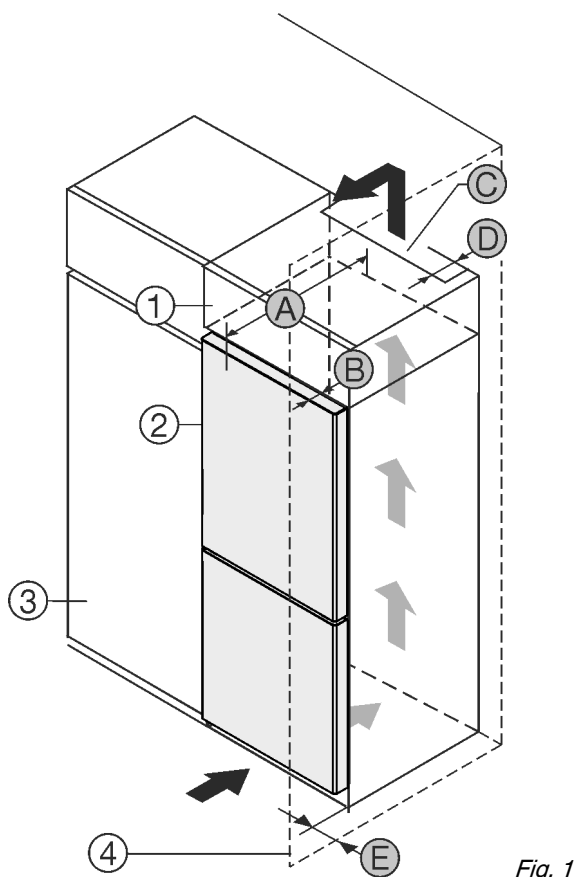

Fig. 1
Non collocare l'apparecchiatura accanto al mobile da cucina Fig. 1 (3).*
Sul lato posteriore dell'armadietto sovrapponibile deve essere presente un vano di scarico dell'aria con la profondità Fig. 1 (D) che attraversa l'intera larghezza dell'armadietto sovrapponibile.
Sotto al soffitto deve essere presente la sezione di ventilazione Fig. 1 (C).
Se l'apparecchiatura con cerniere viene installata accanto a una parete Fig. 1 (4), la distanza minima fra l'apparecchiatura e la parete deve essere almeno di 13 mm.
Se l'apparecchiatura con cerniere viene installata accanto a una parete Fig. 1 (4), la distanza minima fra l'apparecchiatura e la parete deve essere almeno di 20 mm.
Per poter aprire completamente le porte, l'apparecchiatura deve sporgere almeno della profondità della porta Fig. 1 (B) rispetto al frontale del mobile da cucina. L'apparecchiatura può sporgere ulteriormente a seconda della profondità dei mobili da cucina Fig. 1 (3) e dell'utilizzo di distanziatori a parete.*